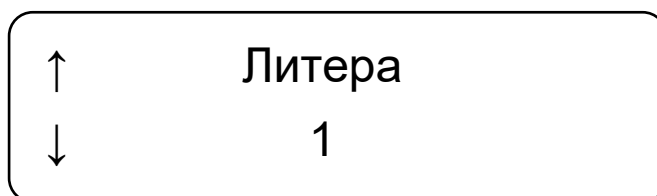

Рисунок 4 – Окно изменения частотной литеры ПРД
- **В режиме установки частотной литеры** («ЛИТЕРА») осуществляется индикация установленной частотной литеры в виде числового значения (имеет 4 варианта состояния: «1», «2», «3», «4»). Для изменения частотной литеры необходимо, находясь в режиме установки частотной литеры нажать кнопку «Р», при этом в левой части экрана появятся значки «↑» и «↓» - см. рисунок 4 (**здесь и далее – индикация возможности изменения установленного значения**). Кнопками «▲» или «▼» выбрать требуемое значение частотной литеры ПРД. Нажать кнопку «Р» для фиксации выбранного значения частотной литеры, после чего, нажимая кнопки «▲» или «▼», выбрать в меню «ВЫХОД» для выхода в режим изменения установок ПРД.